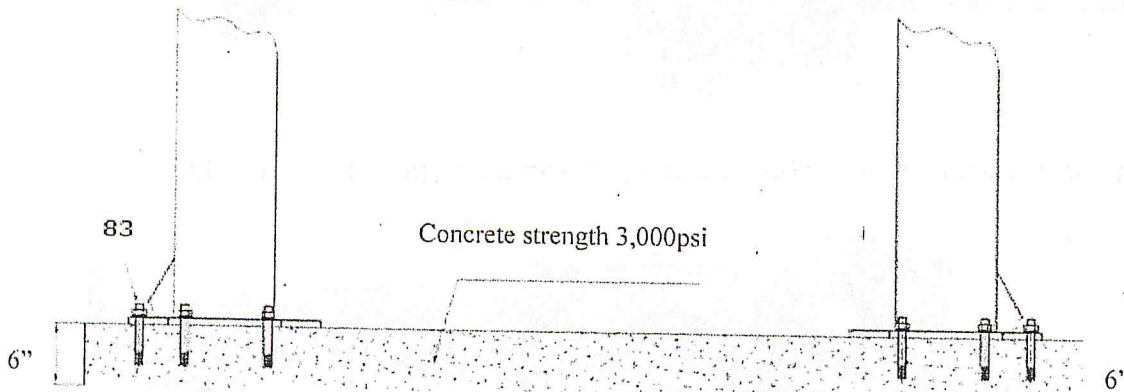

Fig. 4
B. CONCRETE SPECIFICATIONS (See Fig. 4).